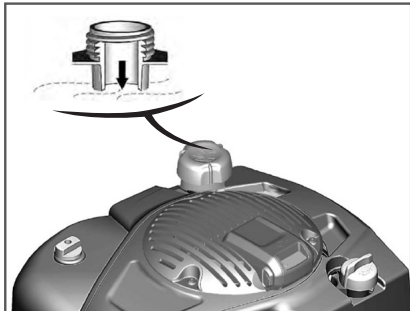

Рис. 16 Максимальный уровень топлива в топливном баке
*Не заполняйте топливный бак полностью. Заливайте бензин в топливный бак до уровня, показанного на Рис. 16.*
3. Залейте бензин в топливный бак при помощи специальной емкости или воронки до уровня, показанного на Рис. 16.